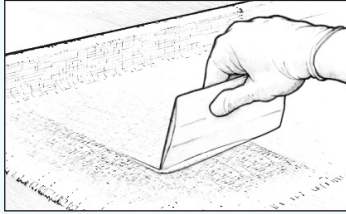

Figure 24 Racler l'excédent d'époxy avant qu'il ne se gélifie
6. Enlevez l'excédent d'époxy avec une raclette (Figure 24), en appuyant de manière uniforme et en empiétant légèrement sur la passe précédente. L'objectif est de retirer l'excédent d'époxy susceptible